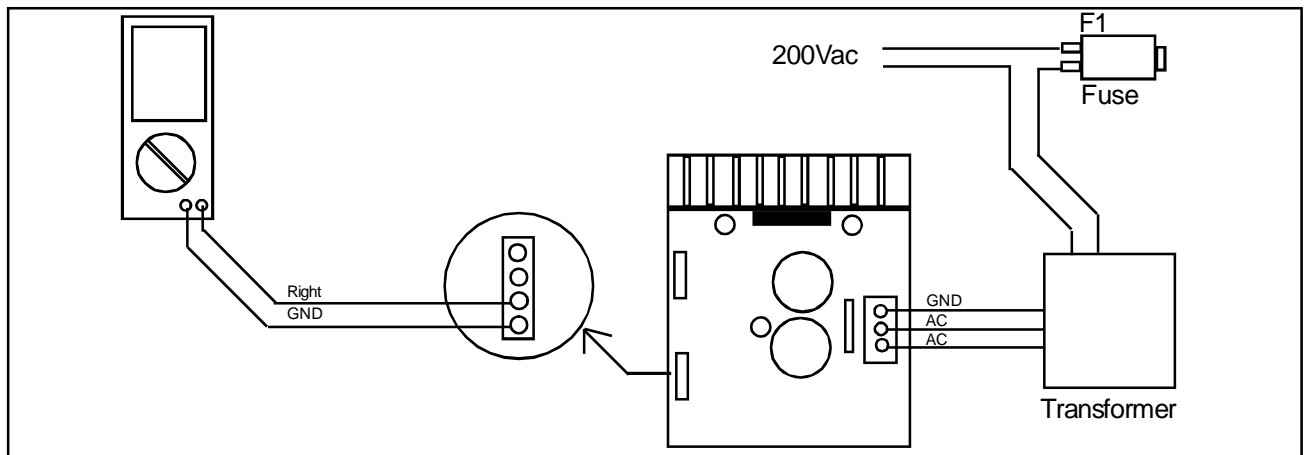

Figure 10 : Setup to check the DC Output Voltage of Channel 2
- [4] Ilipat ang Voltmeter sa Channel 2, tingnan ang Figure 10.